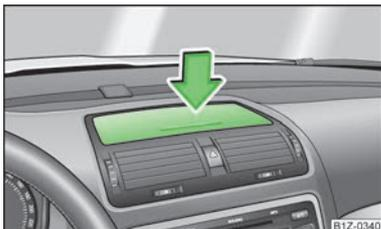

Fig. 71
► Presionar el centro del compartimento guardaobjetos » fig. 71 - la tapa se abrirá.